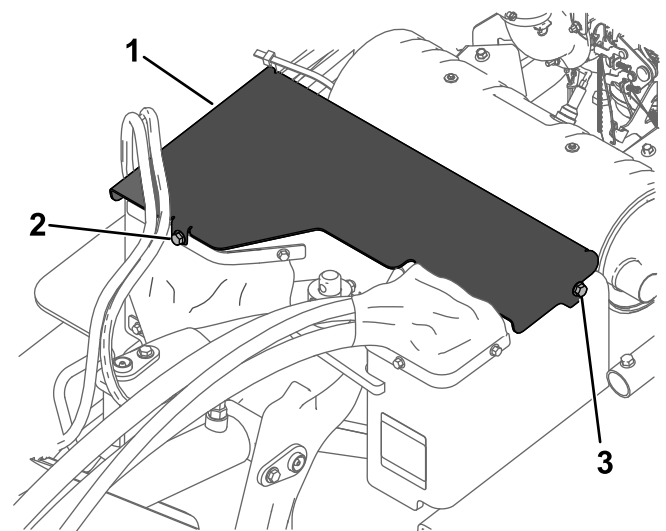

Bild 24
3. Entfernen Sie die vordere Schraube und lösen Sie dann die linke Schraube, mit der die vordere Abdeckung an der Maschine befestigt ist (Bild 24).
4. Schieben Sie die Abdeckung etwas nach vorne und ziehen sie hoch, um sie zu entfernen (Bild 24).
- Um die vordere Abdeckung zu installieren, schieben Sie die vordere Abdeckung an ihren Platz und befestigen Sie sie mit den beiden Schrauben (Bild 24).